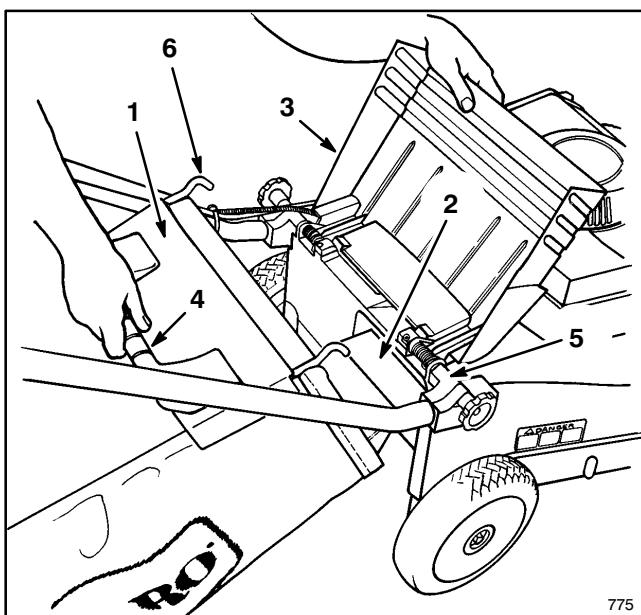
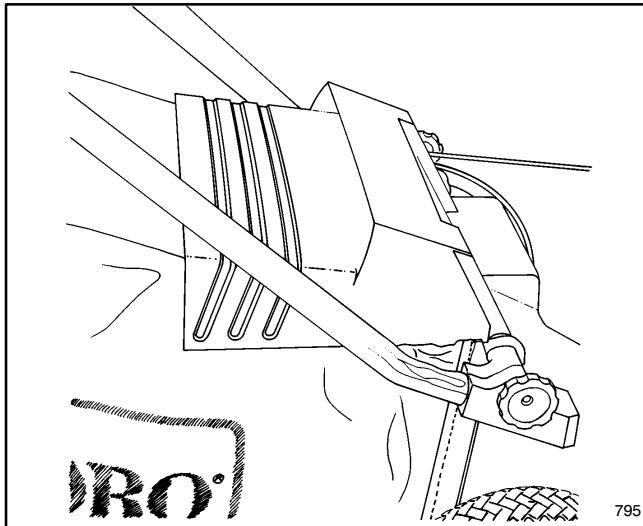

Figure 14
Figure 15
2. MONTAGE DU SAC—Lever le volet de l'éjection, insérer l'embouchure du sac dans l'ouverture d'éjection, et accrocher l'armature du sac sur la partie arrondie des supports de montage (Fig. 14). Laisser le volet d'éjection reposer sur le sac (Fig. 15).